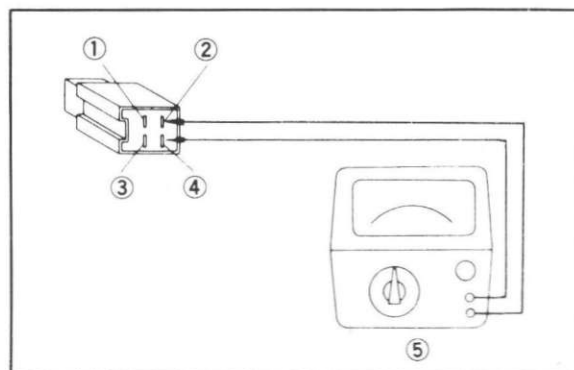

Fig. 6-1-18
(Fig. 6-1-18)
- j. Essai No. 6: raccorder les sondes de l'ohmmètre aux fils vert et noir. (Fig. 6-1-18)
- j. Für die Widerstandsprüfung Nr. 6 sind die Kabel des Ohmmeters mit dem grünen und schwarzen Draht zu verbinden. (Abb. 6-1-18)